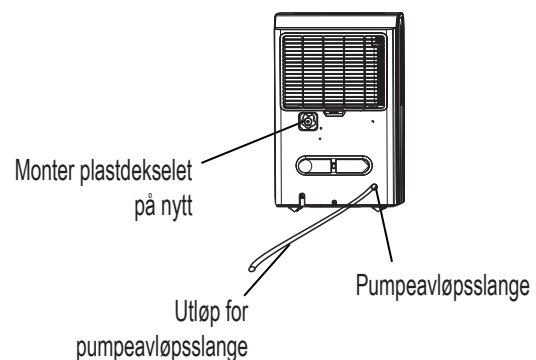

Fig. 11
- Fjern den kontinuerlige avløpsslangen fra enheten og sett inn plastdekselet på enhetens kontinuerlige avløpsslangeuttak ved å dreie med urviseren. (Se Fig 11.)
- Sett pumpens avløpsslange inn i pumpens avløpsslanguttak i minst 15 millimeters dybde (se Fig.11), og led deretter vannslangen til gulvavløpet eller et egnet dreneringsanlegg.